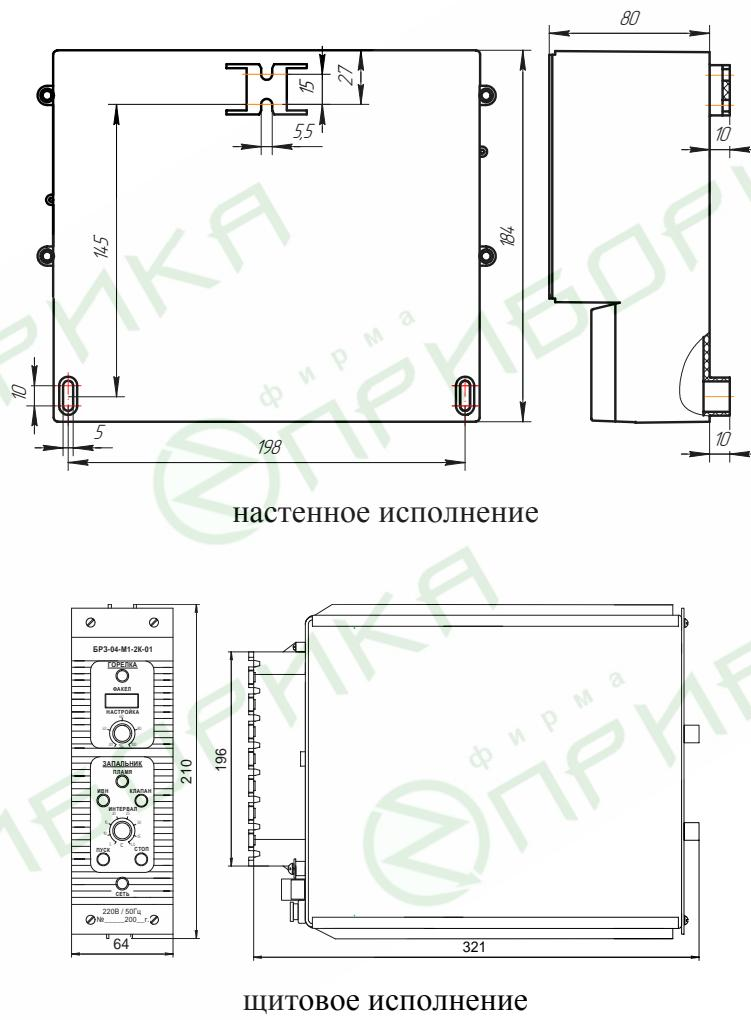

Рис.4
2.1.1. Крепление блока осуществляется навеской с помощью крепежного элемента на задней стороне корпуса в вертикальном положении (рис.4).